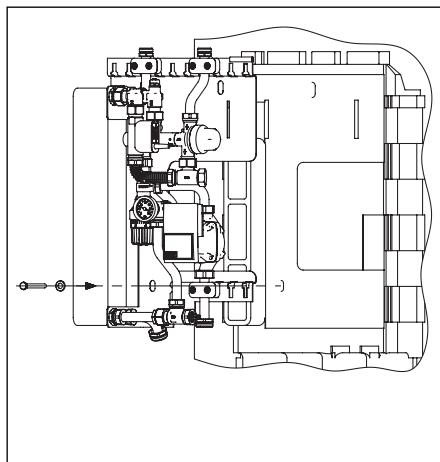

Fig. 12 Montage de la station d'eau potable
- Accrocher la station d'eau potable au support de fixation (fig. 12/13).